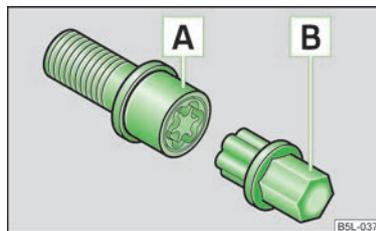

Fig. 151
- Introducir el adaptador **B** » fig. 151 con su lado dentado hasta el tope en el dentado interior del tornillo de rueda antirrobo **A**, de tal modo que ya sólo sobresalga el hexágono exterior.